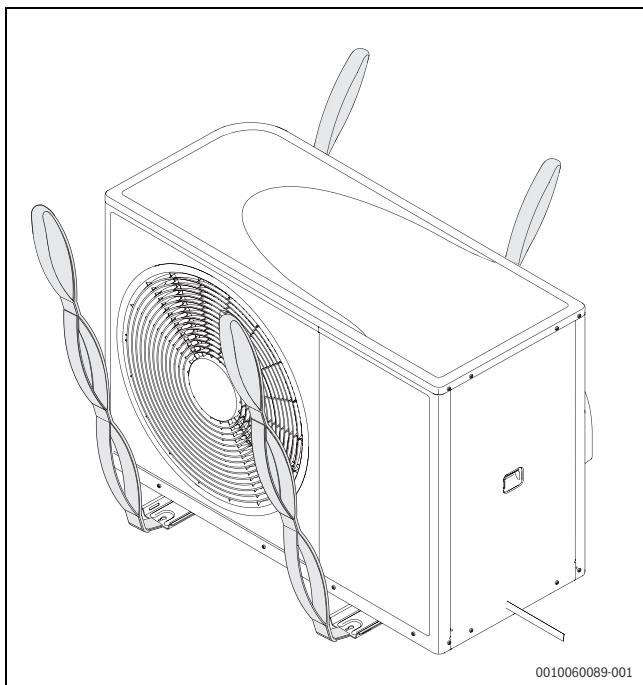

Bild 17 Beim Transportieren der Wärmepumpe ohne Verpackung die Gurte verwenden
- ▶ Achtung! Die Wärmepumpe ist auf der Kompressorseite schwerer (→ Bild 17).